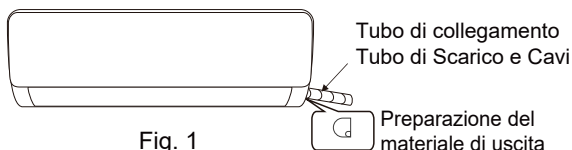
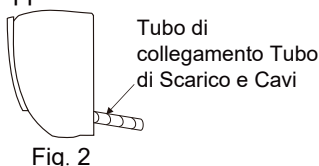

Fig. 1
Fig. 2
1. A seconda della posizione dell'unità, la tubazione può essere instradata lateralmente da sinistra o da destra (Fig. 1) o verticalmente dal retro (Fig. 2) (a seconda della lunghezza del tubo dell'unità interna). In caso di instradamento laterale, tagliare il materiale di taglio dell'uscita sul lato opposto.